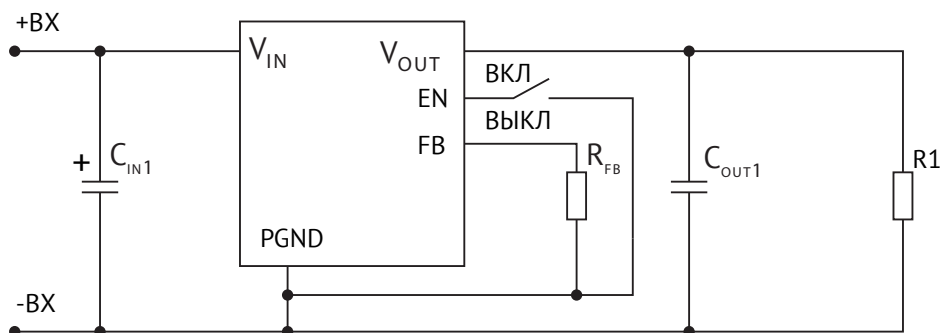

Рис. 22. Схема включения для VNA10T0, 65,5SP.
- исполнение с частичной схемой включения [Рис. 22];